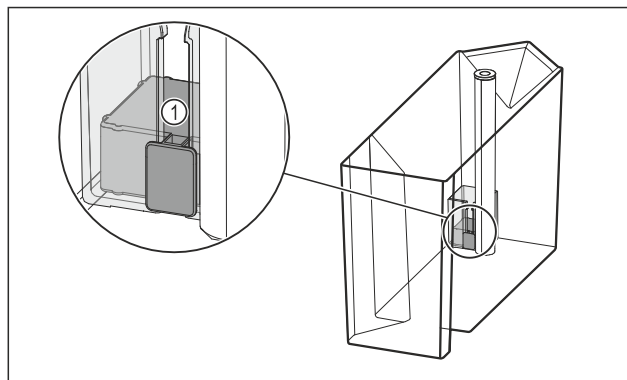

Fig. 100
- ▶ Vérifier que le flotteur Fig. 100 (1) n'est pas bloqué.